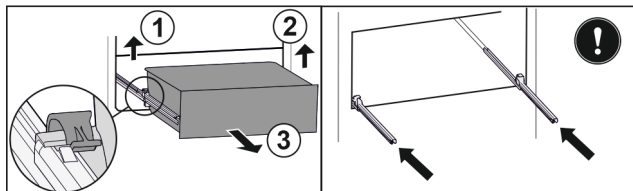

Fig. 88
- Linker klem optillen en gelijktijdig lade links naar voren trekken. Fig. 88 (1)
- Rechter klem optillen en gelijktijdig lade rechts naar voren trekken. Fig. 88 (2)
- Lade naar voren toe verwijderen. Fig. 88 (3)